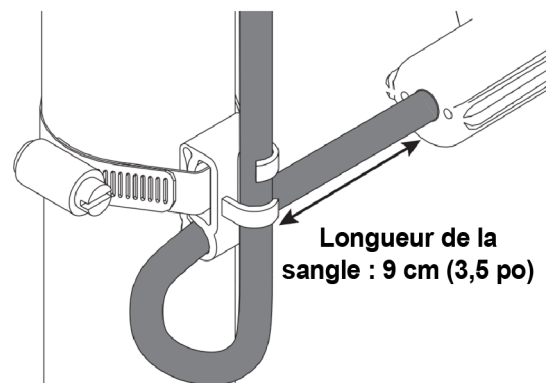

Figure 2
- 1) Placer le cordon de l'interrupteur à flotteur dans le collier de serrage, tel qu'illustré à la **figure 2**.
- 2) Localiser le collier de serrage au niveau d'activation désiré et le fixer sur le tuyau d'évacuation de la pompe tel qu'illustré à la **figure 2**.